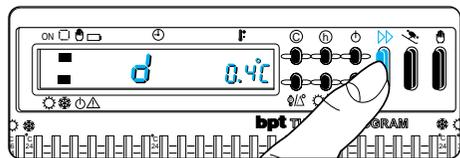

Fig. 11
4.2 - Premere il pulsante (fig. 11) per selezionare il differenziale termico a $\pm 0,4^{\circ}\text{C}$.